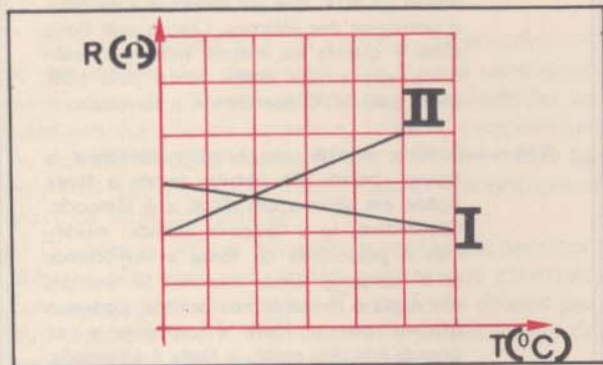

figura 19
- E19** — Na figura 19, qual curva pode representar um metal e qual um semicondutor?